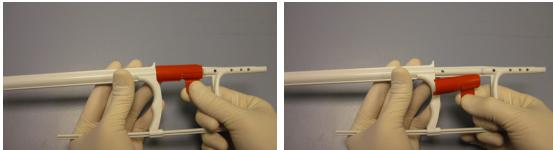

Abbildung 3 – Entfernen der Verriegelung
- Der selbstexpandierende Stent wird zwischen der Führungsdräthülse und der Einführhülse gehalten. Unbeabsichtigte Bewegungen des Stents während des Herausziehens der Hülse werden durch die Einführhülse verhindert. Die Einführhülse besitzt einen strahlenundurchlässigen Bereich an ihrem distalen Ende. Die Spitze ist ebenfalls strahlenundurchlässig. Proximal und distal zu den geladenen Stents befinden sich strahlenundurchlässige Marker. Vor dem Einführen muss die Verriegelung (Abbildung 3) entfernt und entsorgt werden.